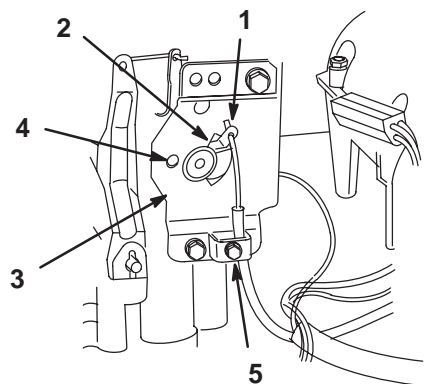

Figure 7
1. Placez la manette d'accélérateur à la position régime maximum (Fig. 7).
2. Accrochez le crochet en Z dans le trou du levier de vitesses (Fig. 7).
3. Desserrez la vis du serre-câble pour permettre l'installation du câble, mais ne la resserrez pas (Fig. 7).